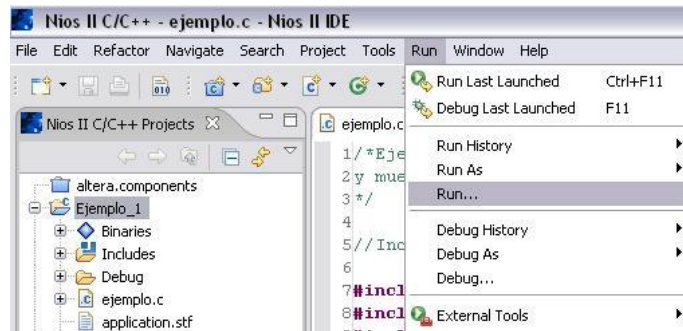

Figura D55 Correr el proyecto
1. En la barra de herramientas, ingresamos a **Run**, aquí elegimos **Run....** Figura D55